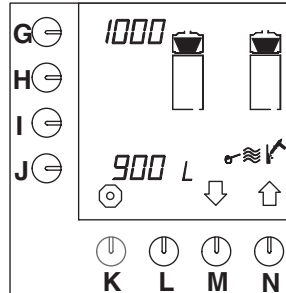

Fig. 52 Ontkalkingssignalering koffiezetsysteem
- Druk op selectietoets (M.)↓ tot fig. 52 in het display verschijnt.